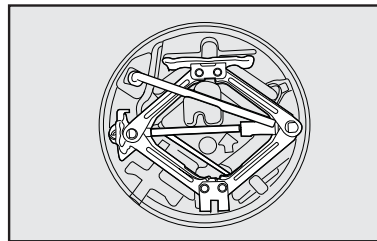

fig. 4
- Soltar as ferramentas e remover o macaco **fig. 4**, puxando-o de sua sede.